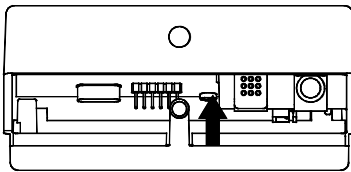

Abb. 4
- 2** Heben Sie nun den Deckel nach oben, um diesen vollständig zu entfernen (Abb. 4).